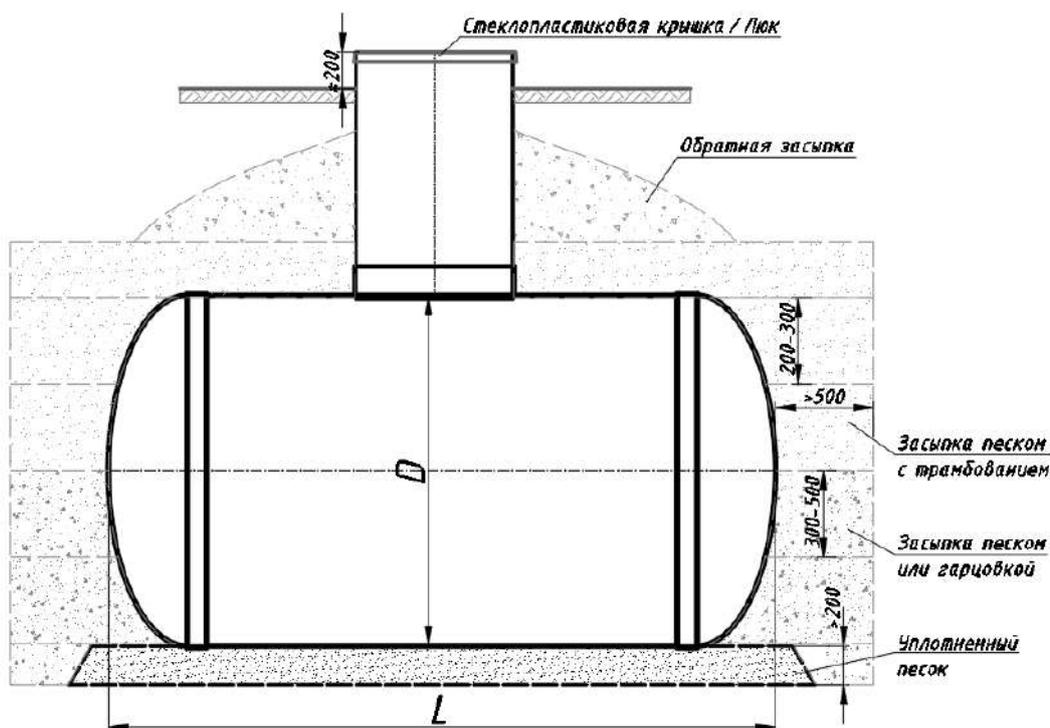

Рис.2 Схема установки горизонтального корпуса с низким уровнем грунтовых вод
- **отсутствие грунтовых вод:** котлован разрабатывается на 200мм ниже отметки низа изделия. На дне котлована выполняют подсыпку амортизационного / выравнивающего слоя песка высотой 200мм с его уплотнением (см. Рис. 2).